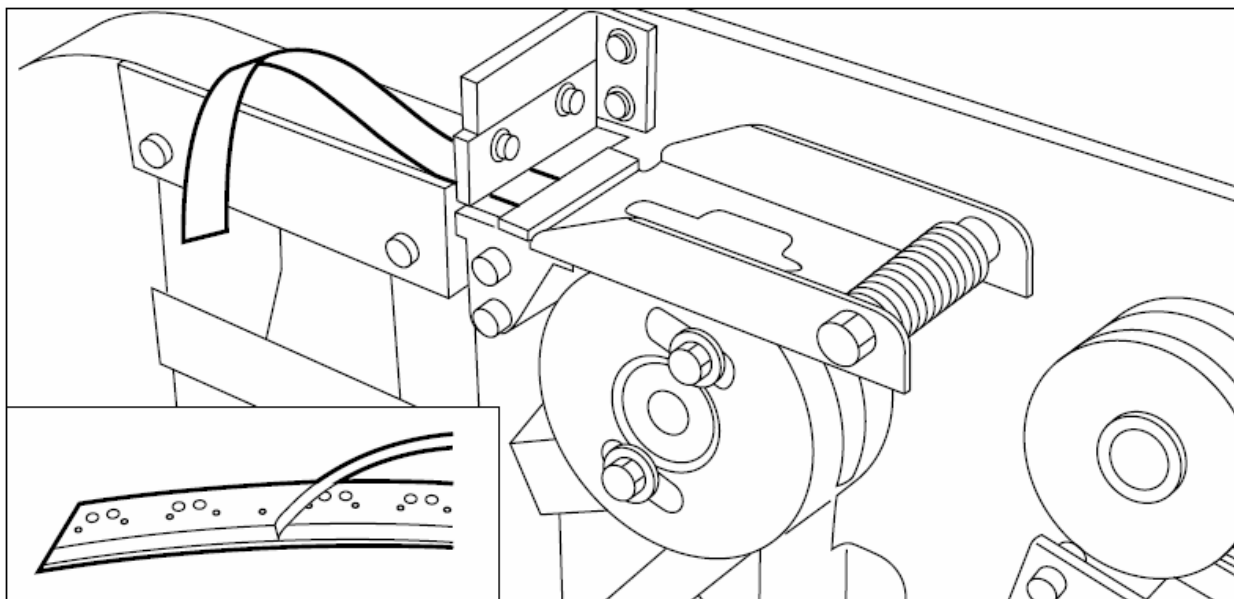

Рисунок 116. Показано, как снимать защитную пленку
1. Снимите защитную пленку с выступающего конца самоклеящейся ленты (см. рисунок 116).